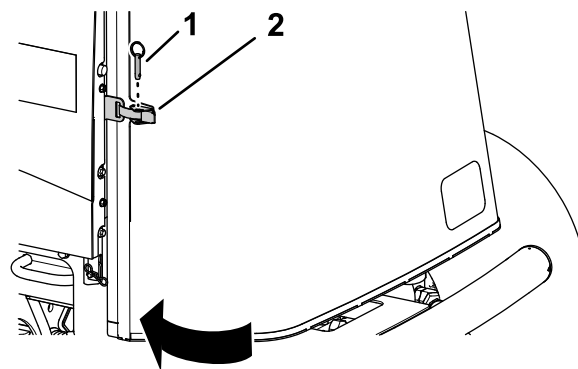

Figure 103
1. Fermez et verrouillez la protection (Figure 103).